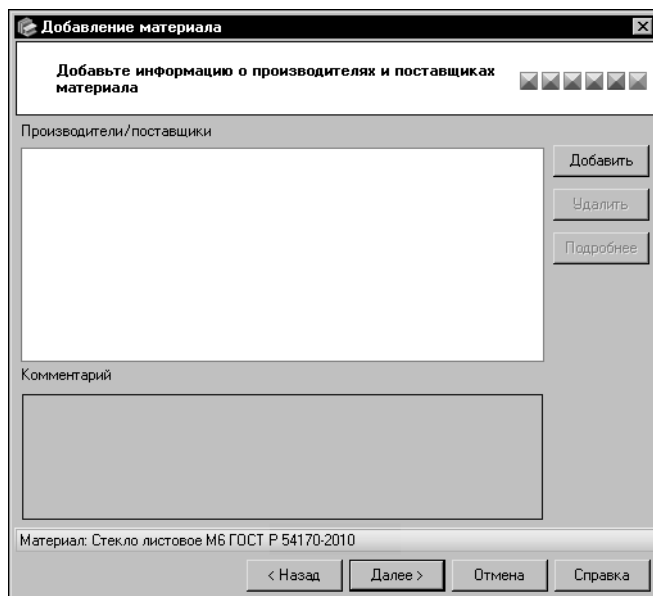

Рис. 6.32. Мастер добавления материала: шаг 5
7.Элементы управления окна пятого шага мастера (рис. 6.32) позволяют сформировать список производителей и поставщиков материала.